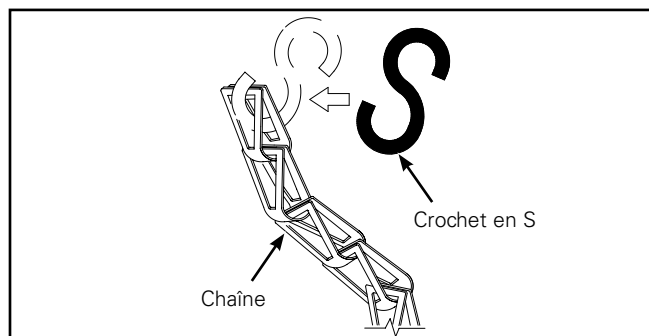

Figure 4.
3. Insérez le crochet en S dans le trou central du dernier maillon de la chaîne puis refermez-le avec des pinces (Figure 4)